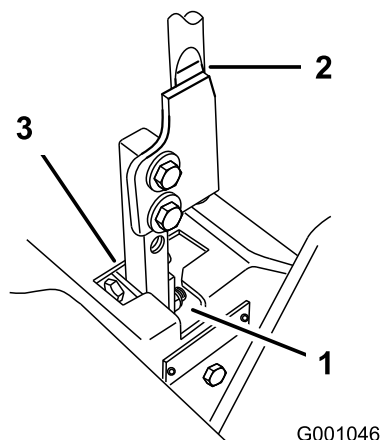

Figura 73
5. Mueva la palanca a la posición de PUNTO MUERTO, pero no bloqueada (Figura 73).
6. Tire hacia atrás de la palanca hasta que el pasador (en el brazo debajo del eje pivotante) entre en contacto con el extremo de la ranura (empezando justo a tensar el muelle) (Figura 73).
7. Compruebe la posición de la palanca de control con relación a la muesca de la consola (Figura 73). Debe estar centrada para que la palanca pueda girar hacia fuera a la posición de BLOQUEO/PUNTO MUERTO.